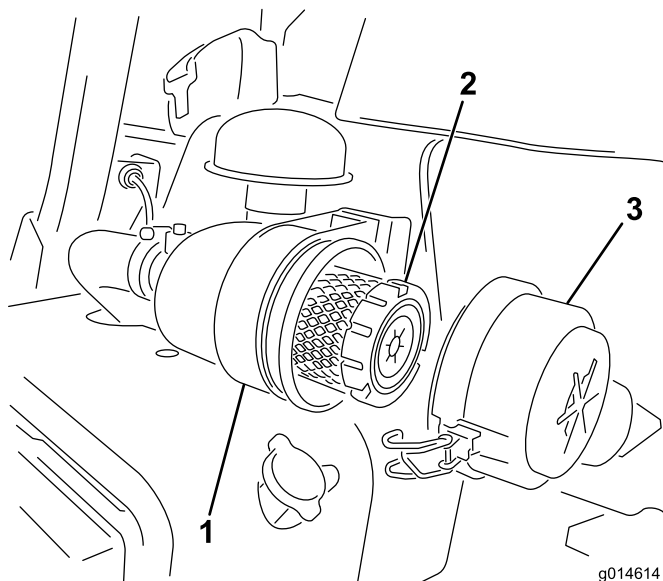

Bild 41
1. Lösen Sie die Laschen, mit denen die Abdeckung am Luftfilterkörper befestigt ist (Bild 41).
6. Befestigen Sie die Laschen (Bild 41).